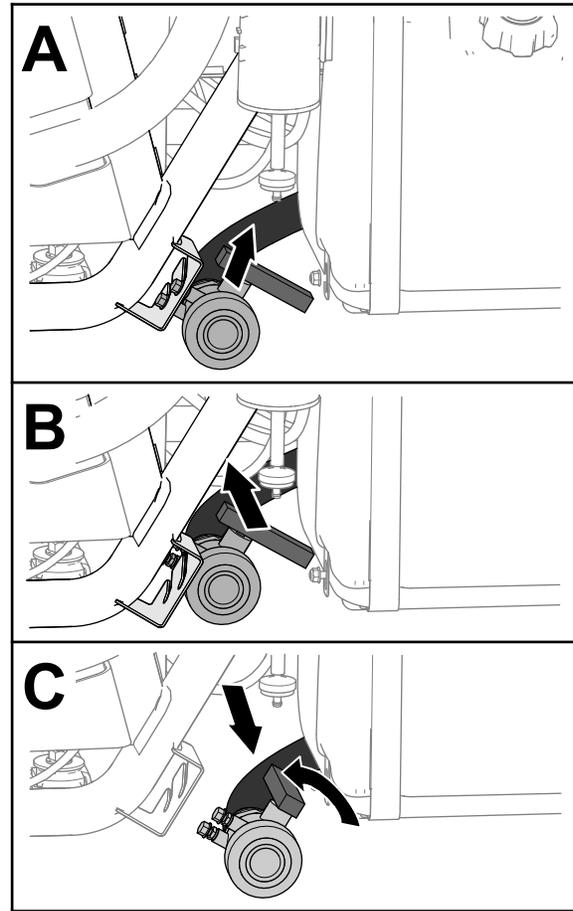

Bild 28
2. Ermitteln Sie das Ablassventil des Behälters an der linken Seite der Maschine vor dem Kraftstofftank (**Bild 28**).
3. Heben Sie das Ventil an und bewegen es nach innen, bis die Befestigungsbolzen des Ventils nicht mehr in den Schlitzen in der Ablassventilhalterung sind, und bewegen Sie das Ventil nach hinten (**Bild 28**).
4. Fluchten Sie das Ende des Ventils mit dem Ablassbehälter aus und drehen Sie den Ventilgriff nach links in die geöffnete Stellung (**Bild 28**).
5. Wenn der Behälter ganz geleert ist, drehen Sie den Griff des Ablassventils in die geschlossene Stellung und setzen das Ventil in die Ablassventilhalterung ein (**Bild 28**).